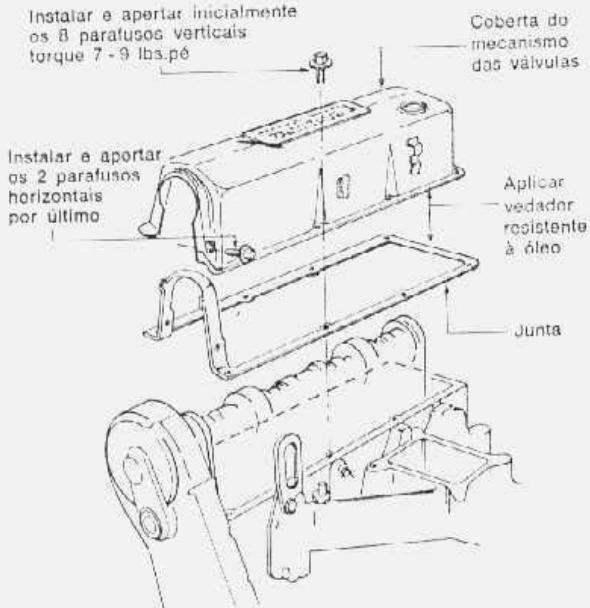

fig. 13 — Instalação da coberta do mecanismo das válvulas
Instruções para remoção e instalação da coberta do mecanismo das válvulas e/ou junta estão contidas na fig. 13.
Seguir as instruções contidas na fig. 13 para a correta instalação da coberta do mecanismo das válvulas.
- Instalar a coberta do mecanismo das válvulas conforme instruções contidas na fig. 13.